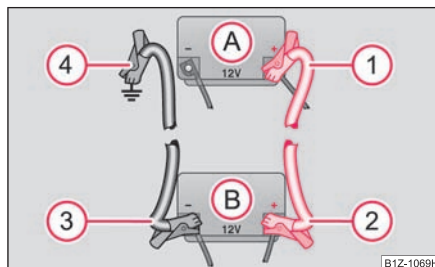

Fig. 230 Executarea pornirii cu ajutorul bateriei altui autovehicul: A - bateria descărcată, B -bateria furnizoare de curent
- Prințeți un capăt la polul plus (1) ⇒ fig. 230 al bateriei descărcate (A).
- Prințeți celălalt capăt la polul plus (2) al bateriei care furnizează curent (B).